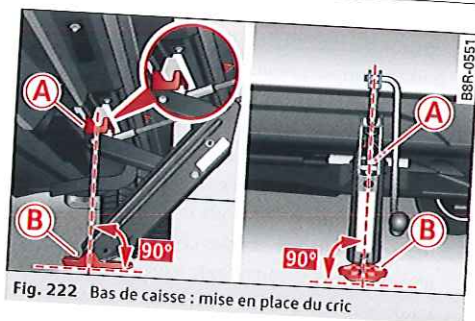

Fig. 222 Bas de caisse : mise en place du cric
- Placez le cric* sous le point d'appui sur le bas de caisse et levez le bras du cric en tournant la manivelle jusqu'à ce que la griffe du cric (A) ⇒ fig. 222 se trouve sous la nervure du bas de caisse.
- Ajustez le cric* de sorte que sa griffe (A) entoure la nervure du bas de caisse et que la base (B) du cric repose bien à plat sur le sol. La base (B) doit être placée à la verticale par rapport au point d'appui (A).